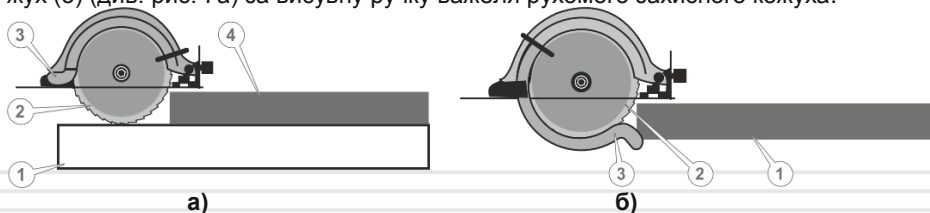

Рисунок 7. Робота циркулярною пилою
Якщо матеріал, який обробляється (4, рис. 7а) лежить на верстаті (1, рис. 7а), то циркулярний диск (2, рис. 7а) автоматично не відчиниться, оскільки рухомий захисний кожух (3, рис. 7а) буде заблоковано. У цьому випадку циркулярний диск необхідно відкрити власноруч.
Щоб відкрити циркулярний диск, акуратно рукою посуňte рухомий захисний кожух (3) (див. рис. 7а) за висувну ручку важеля рухомого захисного кожуха.
Якщо рухомий кожух (3, рис. 7б) не заблоковано, то під час розпилювання деревини циркулярний диск відкриється автоматично.